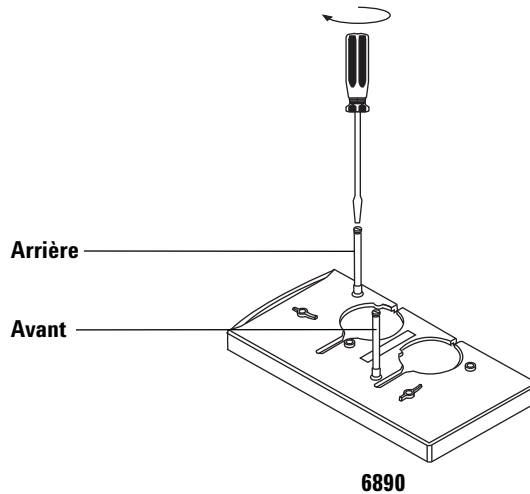

Figure 16 Installation des tiges de montage sur un CPG 6890
- **CPG série 6890.** Installez la tige de montage dans le cache-injecteurs à l'endroit de votre choix (avant ou arrière). La tige doit être entièrement enfoncée (voir Figure 16).